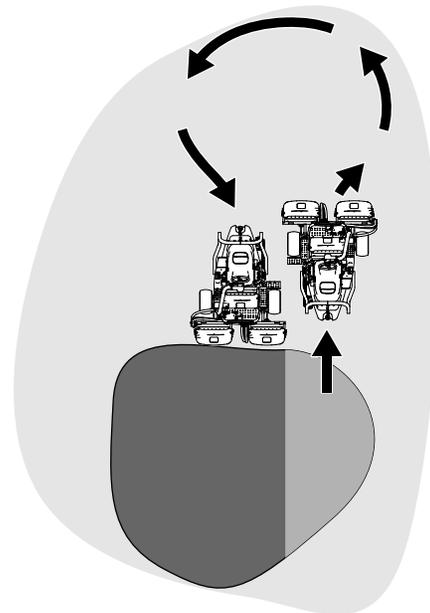

図 27
6. Uターンするとき、一旦反対側にハンドルを切ってから旋回すると、楽に、しかも効率良く回ることができて次の列そろえが楽になります。反対側に軽く振ってから旋回すると雨だれ形の旋回 図 27 になって、スムーズに次の列に入ることができます。